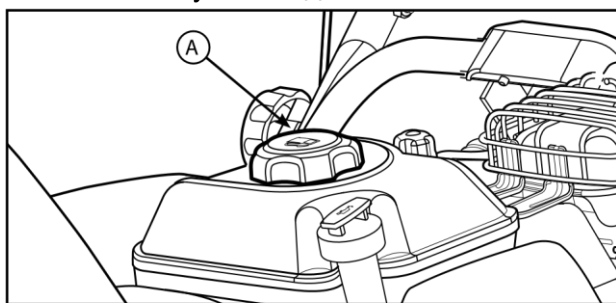

Рис. 4
1. очистите область вокруг крышки топливного бака от грязи и мусора. снимите крышку (а, рис. 4).